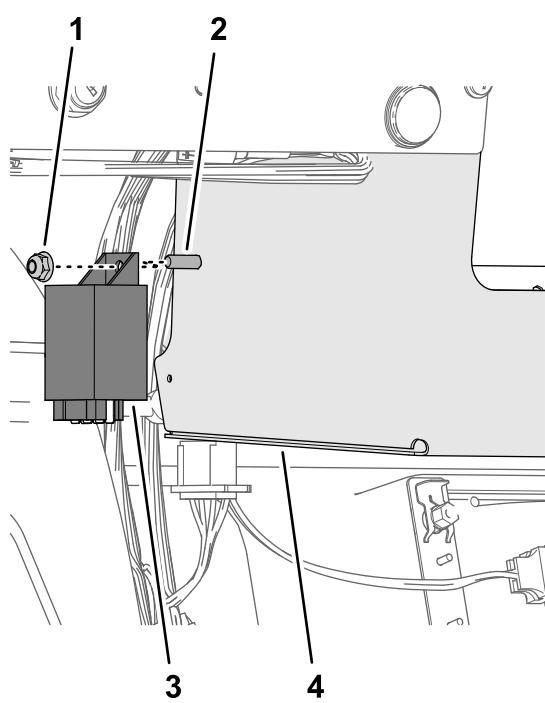

Figura 21
4. Monte o módulo dos piscas CE no parafuso de cabeça flangeada com uma porca flangeada (1/4 pol.) e aperte à mão (Figura 21).